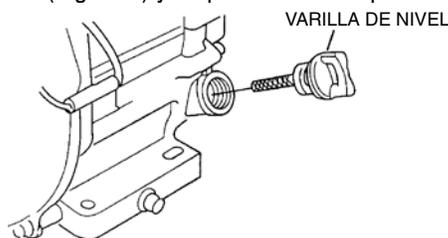

Figura 3. Sacar la varilla de nivel de aceite del motor
2. Saque la varilla de nivel del agujero de llenado de aceite del motor (Figura 3) y límpiela con un trapo.